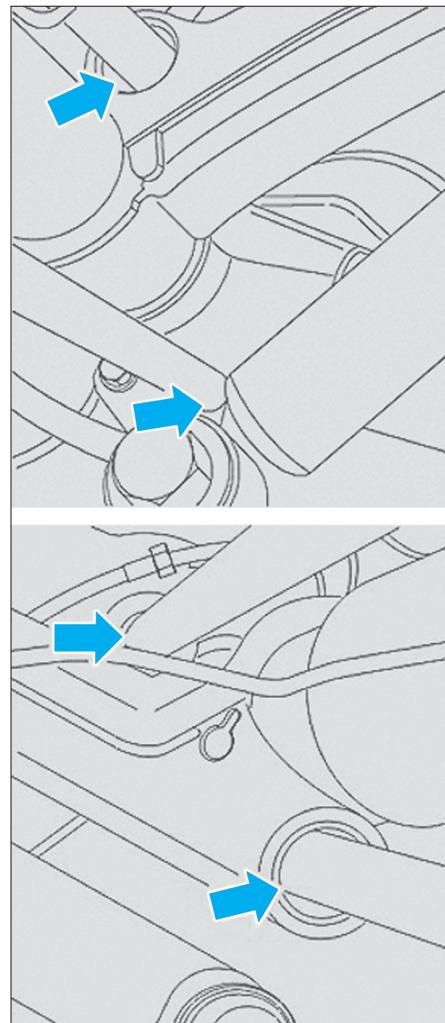

Fig. 48
- Garnir d'un cordon de graisse ESSO NORVA 275 les extrémités des cannelures des barres (Fig.48).